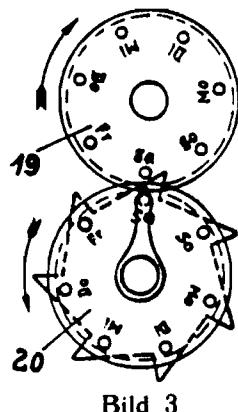
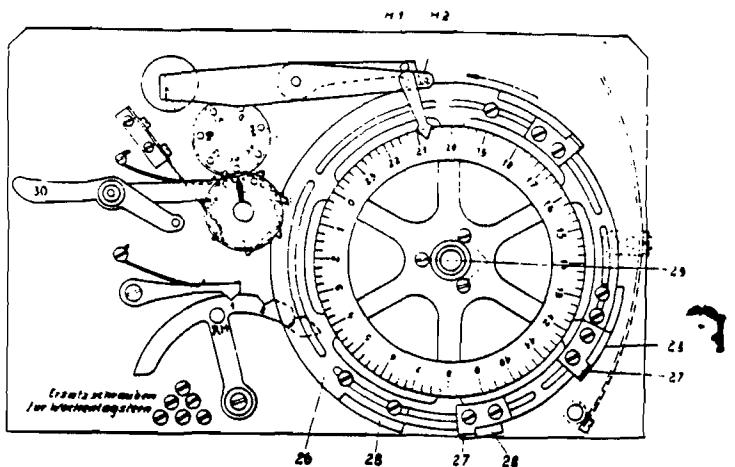

Bild 3
Bild 6
Wochentageinstellung (Bild 3):
Das aus Bild 3 ersichtliche obere Rad (19) ist so lange zu drehen, bis der auf der Welle des Sternrades (20) angebrachte Zeiger auf den gültigen Wochentag zeigt.
Kommt die Ausschaltung nur einmal in Frage, z.B. an einem Feiertag, so wird das Zählwerk durch Nachuntenrücken des Hebels (30, Bild 6) ausgeschaltet. Durch Zurückstellen in die alte Stellung wird das Zählwerk wieder eingeschaltet. Soll für längere Zeit jede Woche das Zählwerk an einem bestimmten Tage ausgeschaltet werden, so wird hiezu der Wochentagstern (20, Bild 3) benutzt. Dieser hat 7 Zähne, auf welchen die Anfangsbuchstaben der sieben Wochentage mit je einem dazugehörigen Gewindeloch angebracht sind. Soll nun z.B. der Samstag ausgeschaltet werden, so wird in das neben der Bezeichnung Sa befindliche Gewindeloch eine Schraube eingedreht, welche dann automatisch jede Woche die Ausschaltung des Zählwerkes bewirkt. Hierfür evtl. benötigte Ersatzschrauben sind in die hintere Platine eingeschraubt.
Einstellen der automatischen Schaltung für die Arbeitszeit (Bild 6):